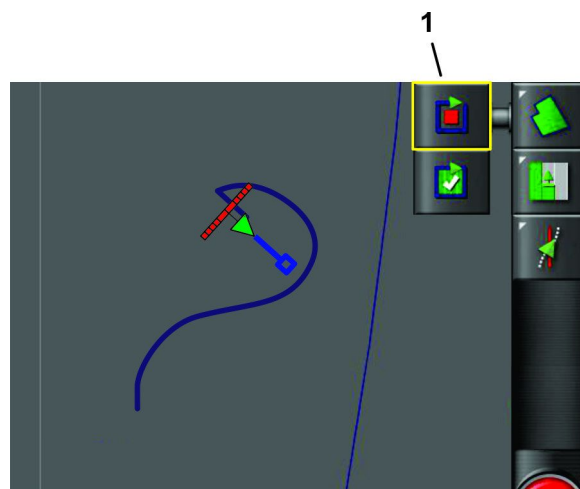

Bild 43
3. Richten Sie die Maschine in Position aus (Bild 43).
4. Tippen Sie auf das Symbol FELDGRENZE ERFASSEN, um die Erfassung erneut zu starten, und fahren Sie mit der Maschine weiter, um den Umfang der Feldgrenze zu definieren (Bild 43).